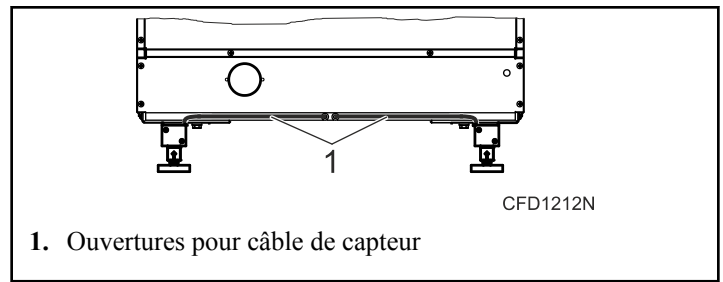

Figure 16
7. Insérer les câbles des capteurs dans les ouvertures préparées au moyen de fixations pour câble. Voir Figure 16 .